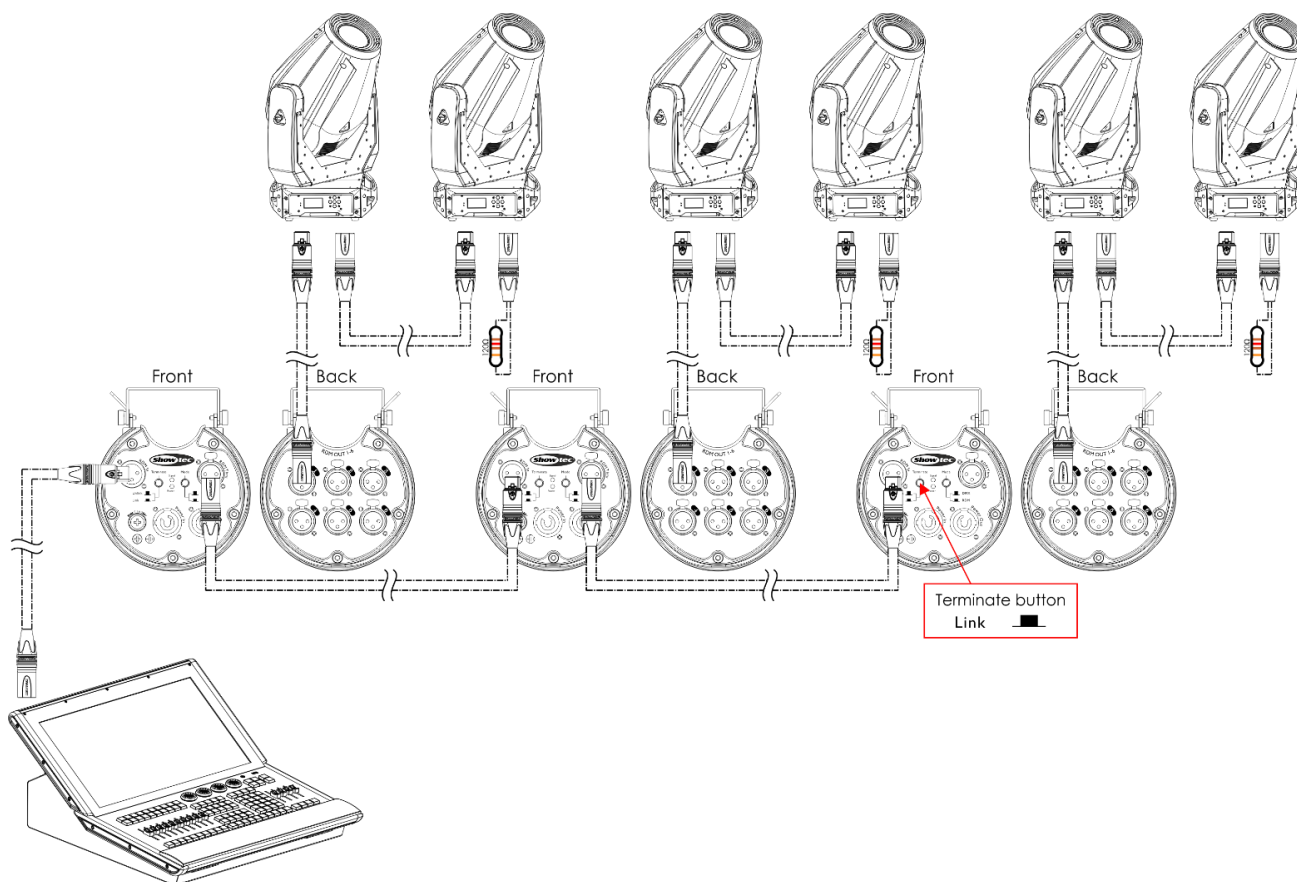

Fig. 04
- 05) Collegare le unità come indicato nella Fig. 04. Collegare la presa DMX "thru" della prima unità alla presa DMX "in" della seconda unità, servendosi di un cavo di segnale DMX. Ripetere questo processo fino a collegare la seconda, la terza e la quarta unità.